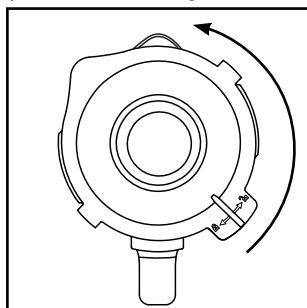

Fig. 1
- 1) Tournez le bol mixeur ❸ dans le sens anti-horaire jusqu'à ce que la flèche ▼ située sous la poignée du bol mixeur se trouve sur la position . Détachez le bol mixeur ❸ tout droit vers le haut du bloc moteur ❹.
- 2) Retirez le couvercle ❷ en le tournant dans le sens anti-horaire en direction de la position  (voir fig. 1), jusqu'à pouvoir le retirer par le haut.
- 3) Remplissez le bol mixeur ③ au minimum jusqu'au trait inférieur de la graduation ⑧ et au maximum jusqu'au repère MAX. Pour d'excellents résultats, nous recommandons les quantités maximales suivantes :